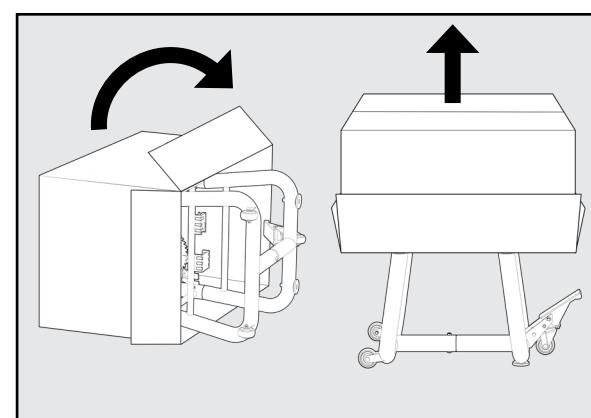

Figura 4
3. Coloque con cuidado la caja boca arriba y retire el embalaje una vez que la máquina se haya levantado del suelo. Véase la Figura 4.